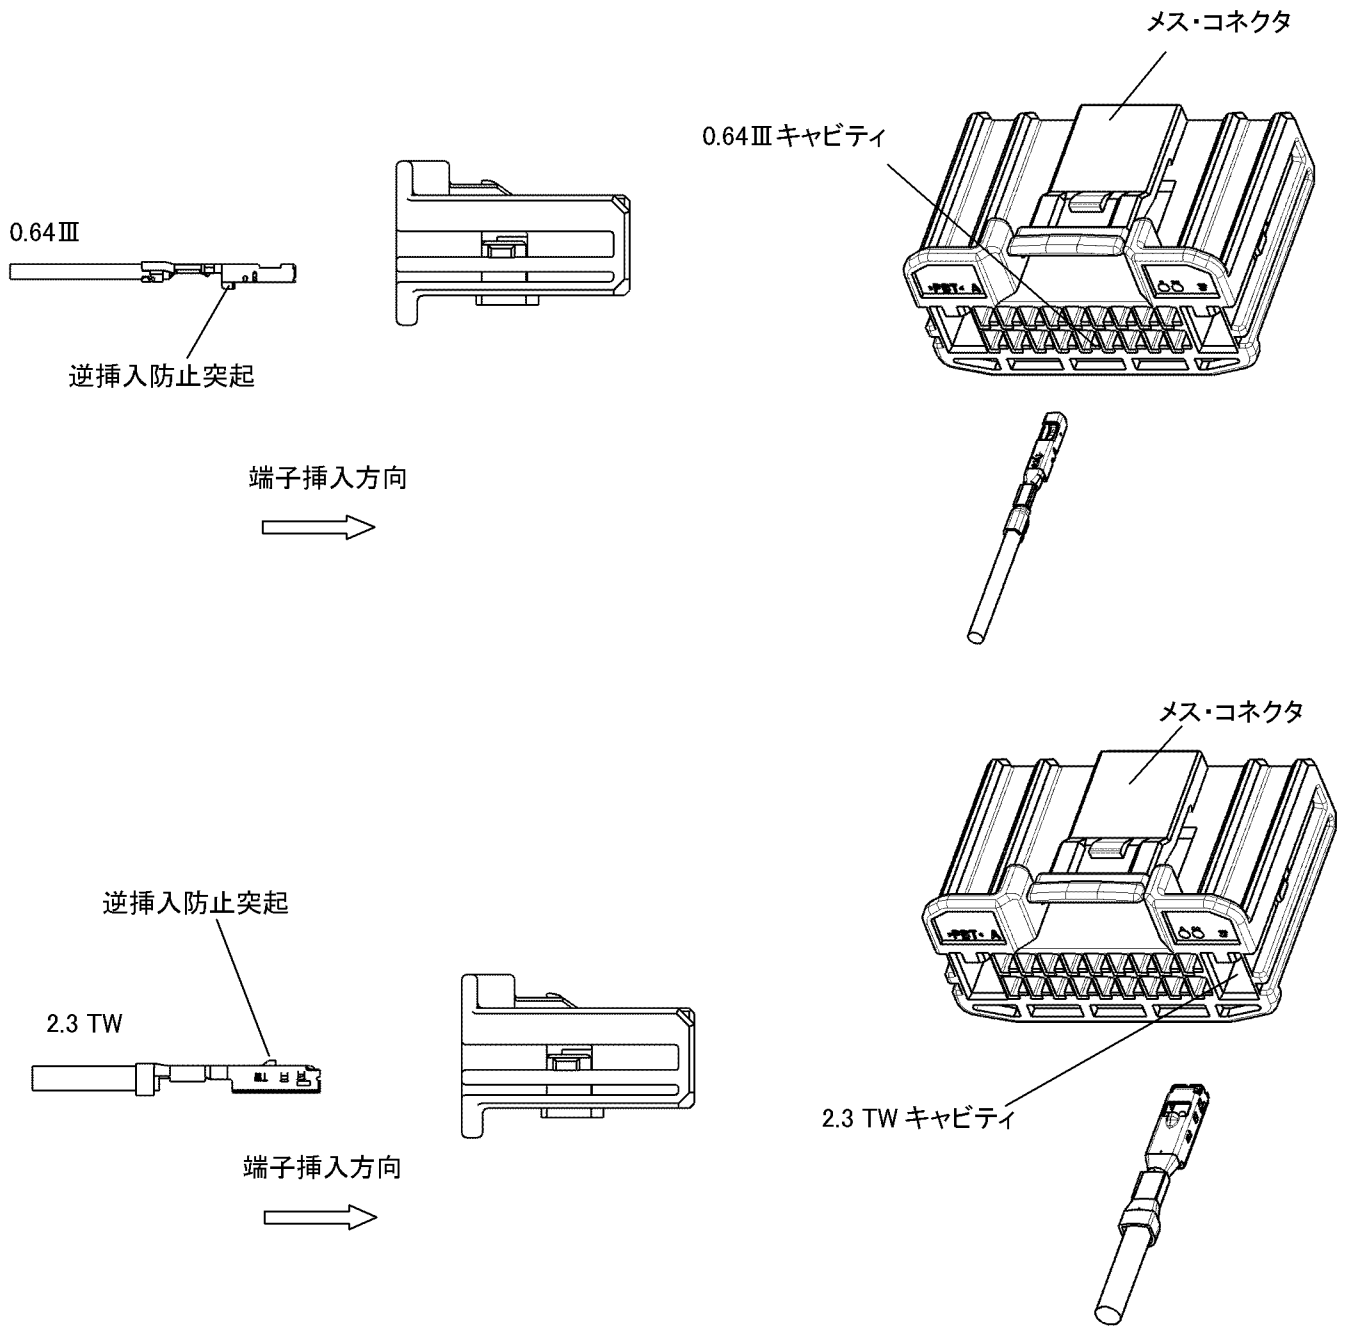

Fig.10
(3) 端子の方向性を逆挿入防止突起の向きで識別してください。Fig.10 のような向きで指定のキャビティ